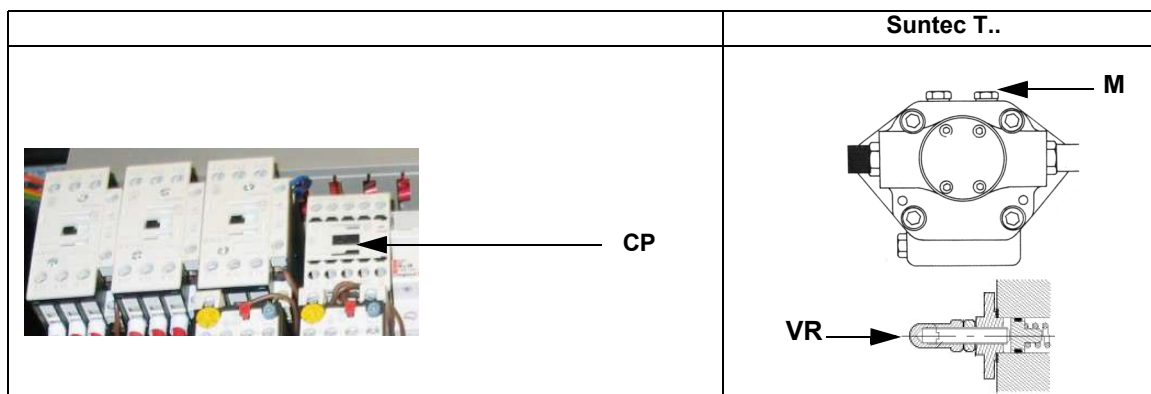
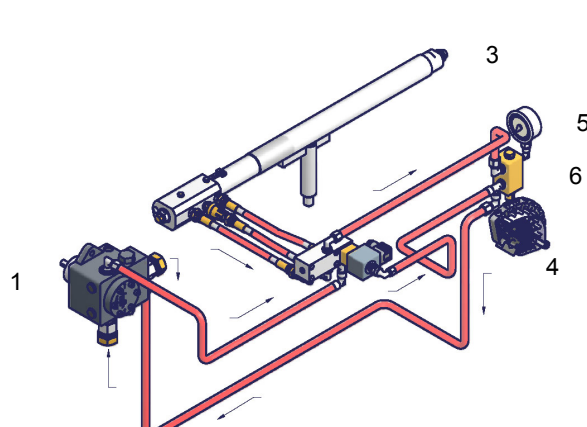

Fig. 14
Fig. 18 - Preventilazione
- 2 con il quadro elettrico aperto, azionare la pompa dell'olio agendo con un cacciavite direttamente sul relativo contattore **CP** (vedi Fig. 14); verificare il senso di rotazione del motore pompa e tenere premuto per alcuni secondi finché il circuito dell'olio non si carica;
- 3 sfiatare l'aria dall'attacco (**M**) manometro della pompa (Fig. 14), allentando leggermente il tappo, senza toglierlo; quindi rilasciare il contattore.
La pressione di alimentazione ugello è già pre-tarata in fabbrica e non deve essere cambiata. Solo se necessario, regolare la pressione di alimentazione (vedi relativo paragrafo) nel modo seguente: inserire un manometro nella posizione indicata in Fig. 18 agire sulla vite di regolazione **VR** della pompa (vedi Fig. 14 e altre informazioni a pag. 23) fino ad ottenere una pressione all'ugello pari a 25 bar (vedere paragrafo a pag. 37);